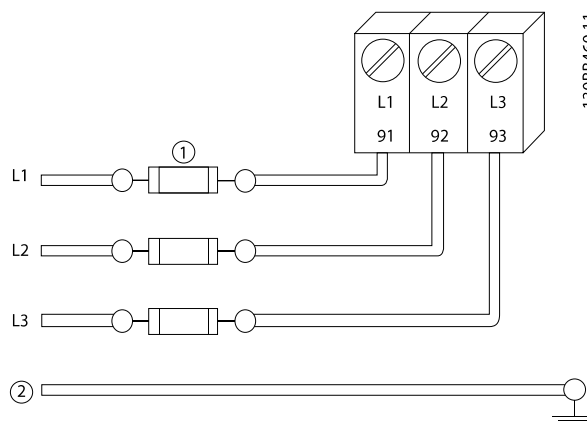

Abbildung 3.5 Sicherungen für Frequenzumrichter
- Versehen Sie alle Frequenzumrichter mit Kurzschluss- und Überlastschutz. Dieser Schutz wird durch Sicherungen am Eingang gewährleistet, siehe *Abbildung 3.5*. Zeigt die maximalen Nennwerte der Sicherungen in *8.2.2 CE-Konformität* und *8.2.3 Sicherungsangaben*.
Tabelle 3.2 Legende zu *Abbildung 3.5*